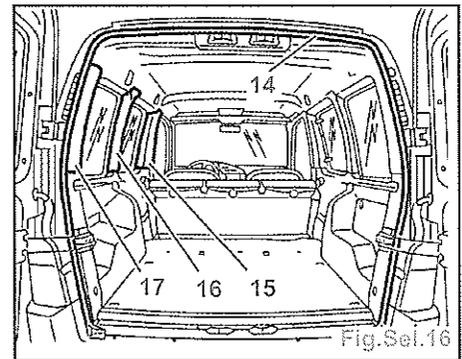

Fig.Sel.16
- les pions plastique (12) à l'aide d'une pince [1],
- l'enjoliveur (13).
- Déposer (Fig.Sel.16) :